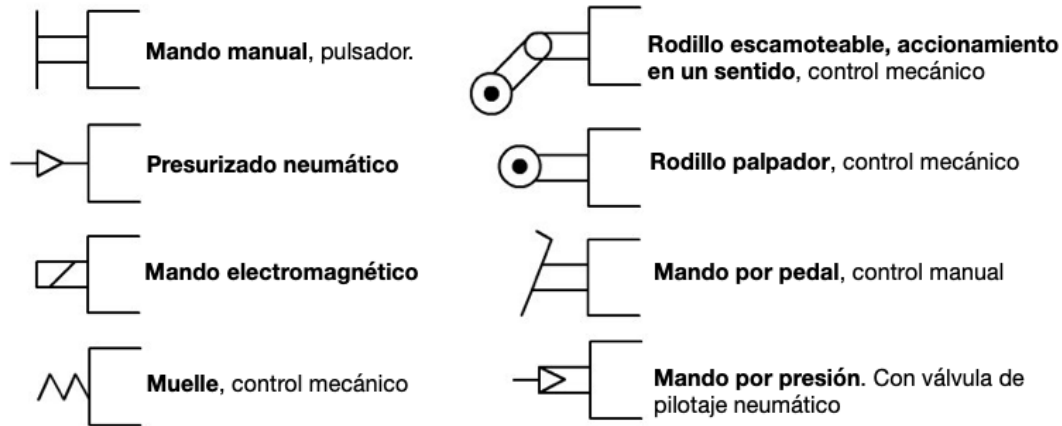

Figura 2.30: Válvulas: Elementos de mando
- En los extremos de las válvulas se representa el tipo de mando asociado al movimiento de los cuadros (posiciones), tal y como muestra la figura 2.30.